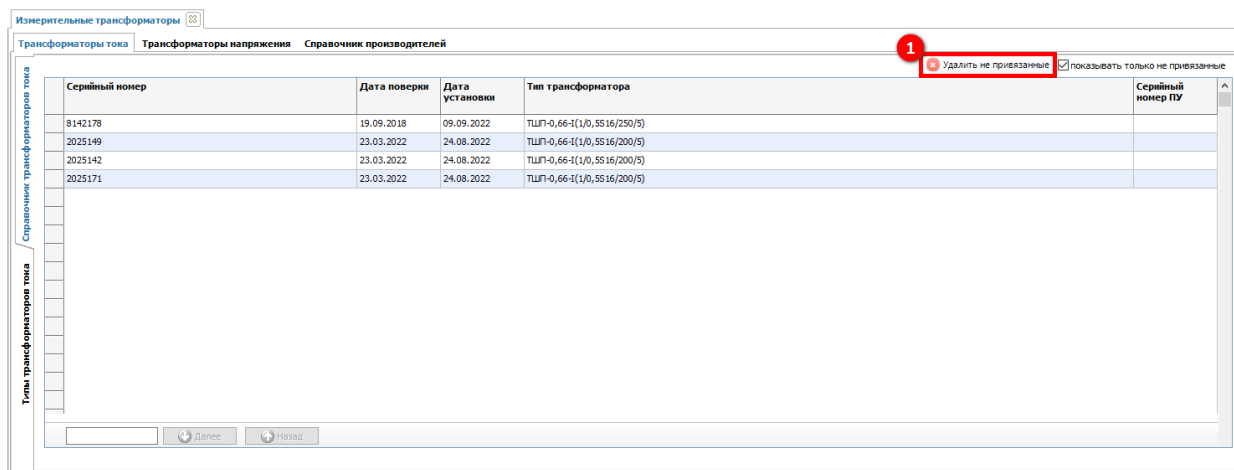

Рисунок 207 – Удаление трансформаторов, не использующихся при подключении
При необходимости, нажав кнопку **Удалить непривязанные** (1) (см. рисунок 207), можно удалить из таблицы справочника трансформаторы, которые не используются при подключении ни одного из счетчиков.